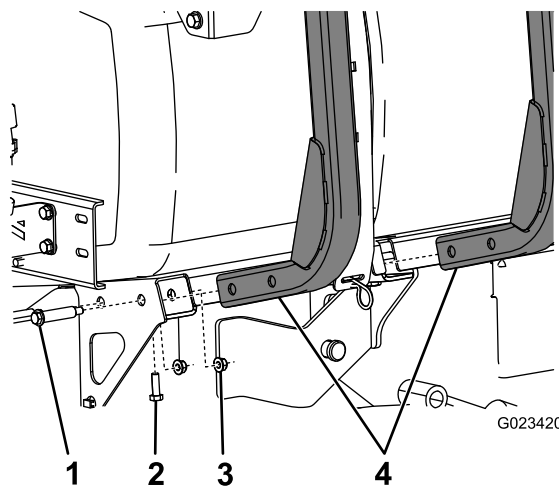

Bild 2
1. Befestigen Sie die zwei Schlauchtrommelrahmen mit vier Ansatzschrauben und vier Bundmuttern (5/16") seitlich an der Maschine, wie in Bild 2 abgebildet.
2. Befestigen Sie die Unterseite der Schlauchtrommelrahmen mit zwei Schrauben (5/16") und zwei Klemmmuttern (Bild 2).